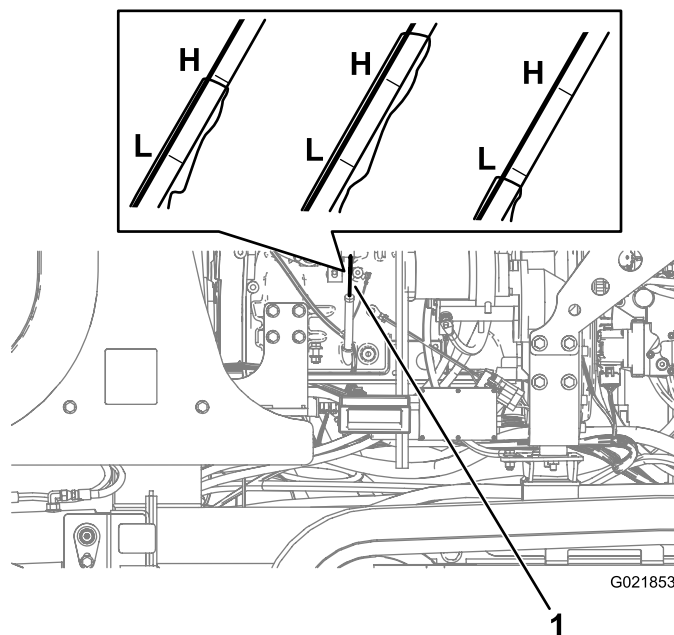

Рисунок 84
3. Извлеките измерительный шуп (Рисунок 84) и тщательно протрите его.